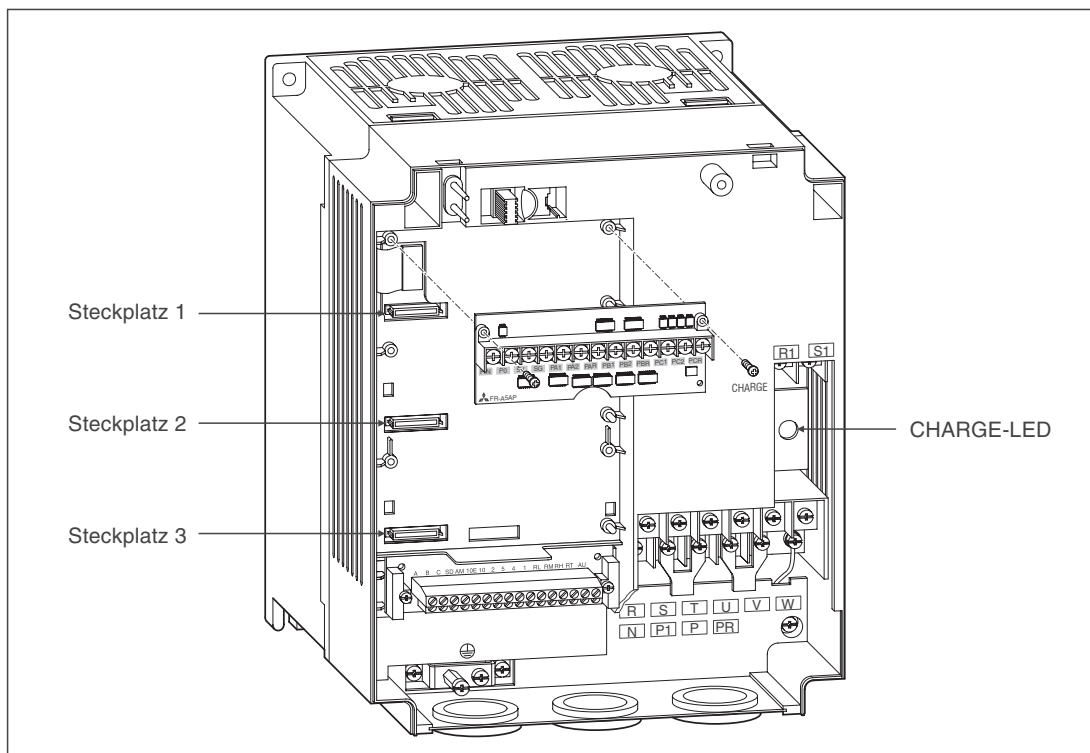
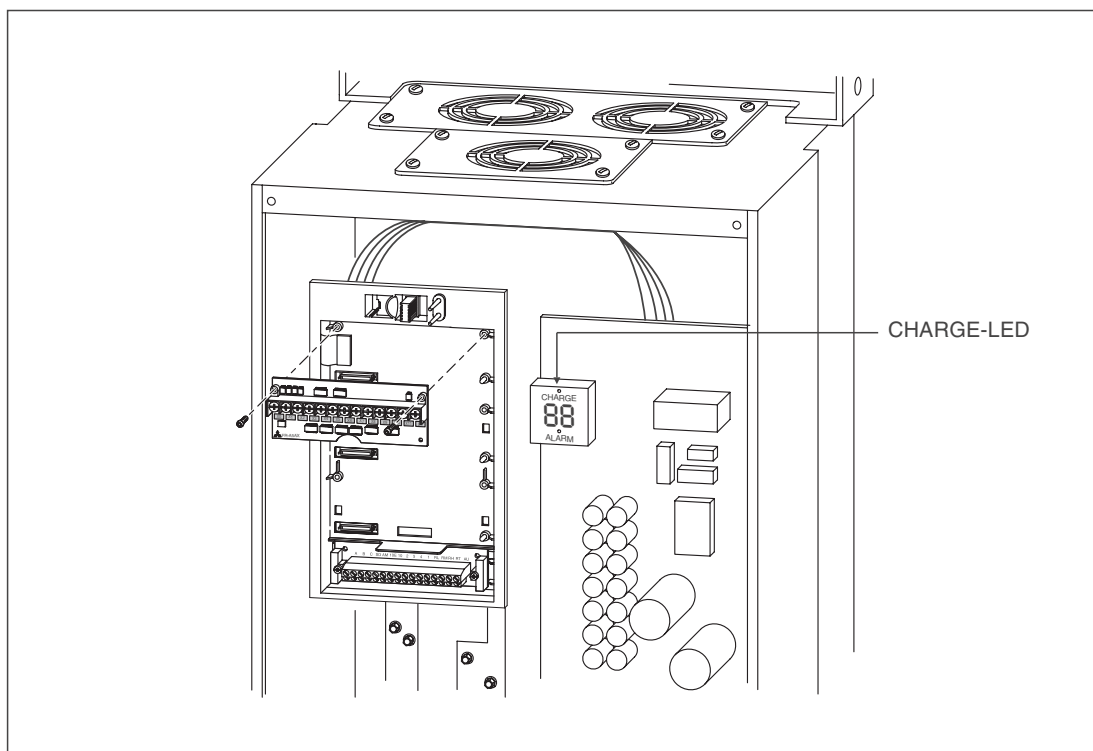

Abb. 2-1: Einbau der Optionseinheit in den Frequenzumrichter FR-A 540 EC
Abb. 2-2: Einbau der Optionseinheit in den Frequenzumrichter FR-A 540L EC
- ② Stellen Sie sicher, dass die Spannungsversorgung für den Frequenzumrichter ausgeschaltet ist.
- ③ Überprüfen Sie, ob die CHARGE-LED im Frequenzumrichter verloschen ist (siehe Abb. 2-1 oder Abb. 2-2).